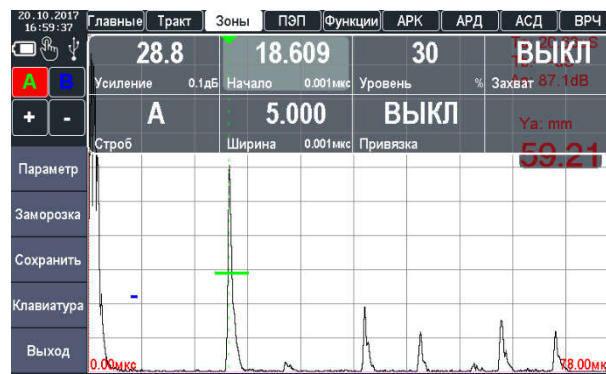

Рисунок 2.41 – Наведение строба А на сигнал от ближнего отражателя
5. Навести строб зона А на сигнал от ближнего отражателя (рис. 2.41).